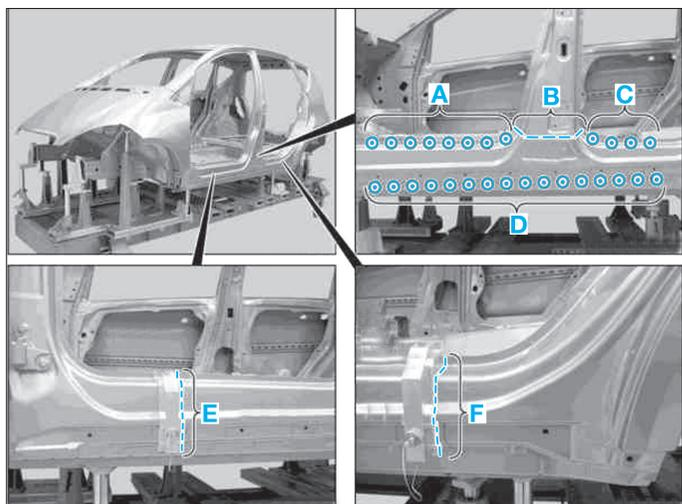

FIG. 82
- Tracer les lignes de coupe (B), (E) et (F) (Fig.82).